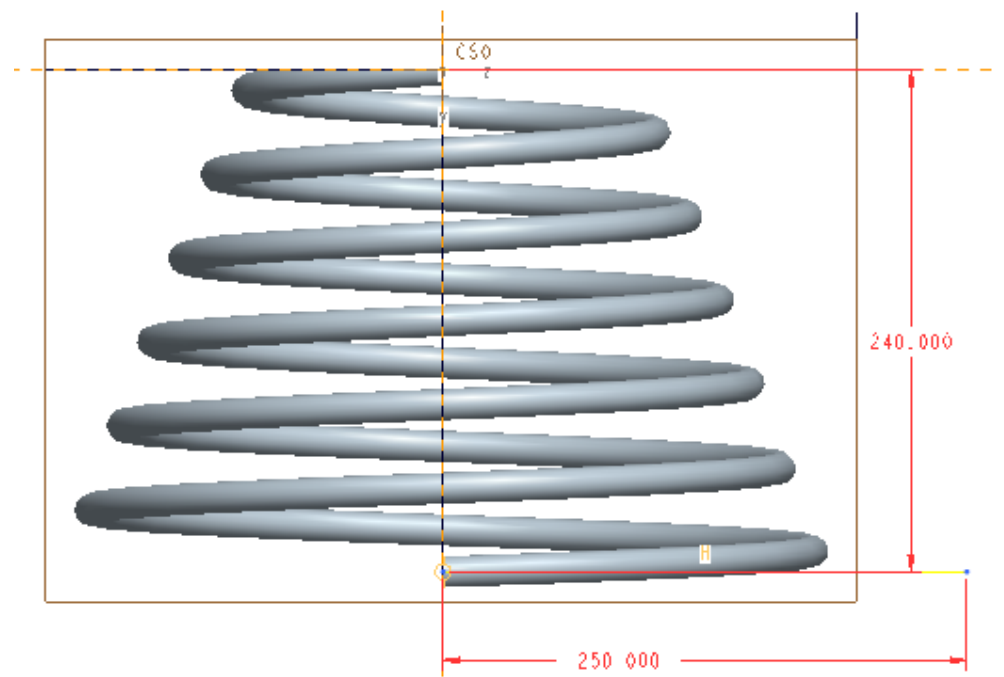
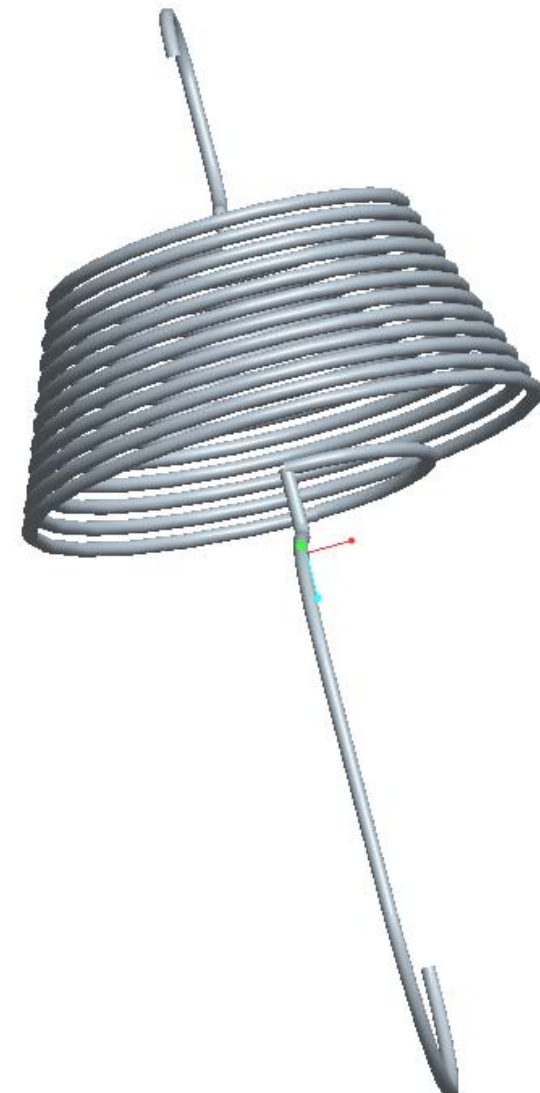
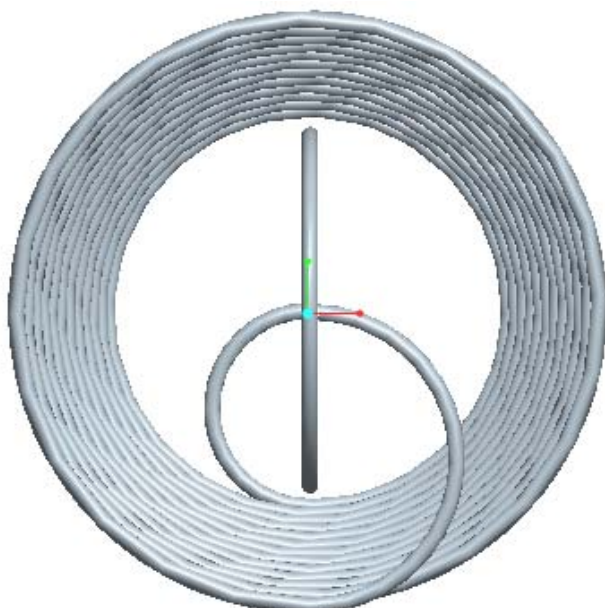

図 16.17 グランドエンド2のスケッチ
図 16.24
図 16.21
ばねの直径が大きい方のグランドエンドを、グランド1を作成したときと同じコマンドを使用して図 16.17～図 16.21 のように作成する。
- 6) 簡単な「スイープ」と「カット」テクニックを使用して「フック」を図 16.21 から図 16.24 のように作成する。